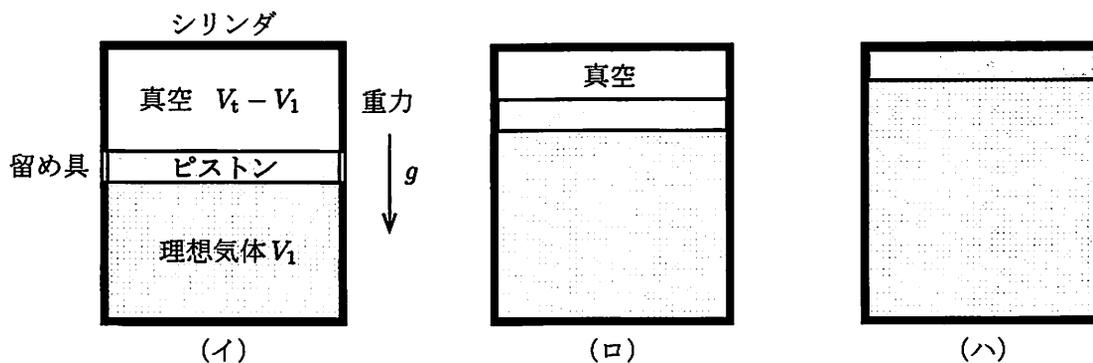

図3-3
次に、図3-3(イ)に示すように、重力加速度の大きさ  $g$  の重力作用下でピストンの質量  $M$  が無視できない場合を考える。気体に仕事をしないようにピストンの留め具を取り除くと、十分時間が経過した後、ピストンの質量に応じて、図3-3(ロ)あるいは図3-3(ハ)に示すような気体の変化が止まった状態に落ち着いた。(ロ)の状態ではピストンはシリンダ上端に達しておらず、その状態に至る過程でピストンはシリンダに衝突しないものとする。一方、(ハ)の状態ではピストンはシリンダ上端に達しているものとする。ただし、ピストンは常に水平に保たれる。また、気体に作用する重力は無視できる。以下の問に答えよ。
- (h) 図3-3(ロ)と図3-3(ハ)の各状態について、気体の圧力が満足すべき条件を、ピストンの質量  $M$ 、ピストンの断面積  $A$ 、重力加速度の大きさ  $g$  を用いてそれぞれ示せ。
- (i) 図3-3(ロ)の状態の気体の絶対温度を求めよ。
- (j) 図3-3の(イ)の状態と(ロ)の状態との間の気体のエントロピーの差を求め、この状態変化は可逆か不可逆かを判定せよ。